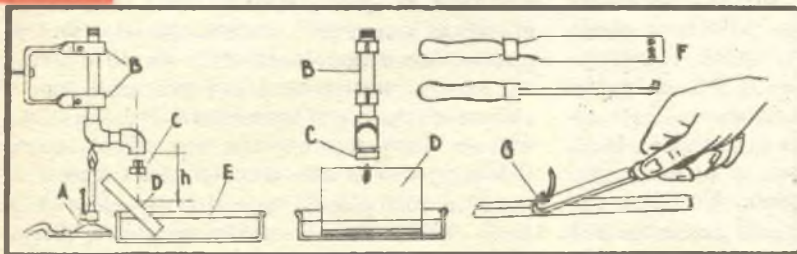

Fig. 2
completa fusione aggiungete la quantità di stagno. Le impurità che appaiono in superficie saranno eliminate con l'aiuto di un coltello (B). Quando la lega è in completa fusione versatela nella scanalatura di una tavola (C-D.H), o in un piccolo profilo metallico di sezione scelta. Per la facilità del lavoro, i bastoncini avranno una sezione di 5x5 mm. Ma in pratica, questa sezione deve essere proporzionata alla potenza del saldatoio. Se questi bastoncini sono destinati all'uso di un cannelo di una lampada a benzina, essi possono essere colati in una griglia in ghisa proveniente da una stufa (E-F). Una saldatura molto fusibile è composta in parti uguali di piombo e stagno ai quali si aggiunge il 10% di bismuto. Il preparato di saldature auto-pulenti necessita di metallo d'apporto in graniglie. Il dispositivo della fig. 2 permette di ottenere questa graniglia automaticamente. Un tubo piegato a gomito è riscaldato alla sua estremità da un becco bunsen (A). L'estremità curva è chiusa da un tubo di regolazione il cui diametro di apertura (C) determina la grandezza della graniglia. La saldatura, essendo stata introdotta nella parte superiore del tubo, si scarica goccia a goccia da (C) e cade su di una tavola paraffinata. Essendo questa tavola inclinata a 45°, lascia cadere la saldatura in una vaschetta di acqua fredda (E). Ciò è sufficiente per formare la graniglia. Per questi lavori di zinco e lattoneria è preferibile pre-